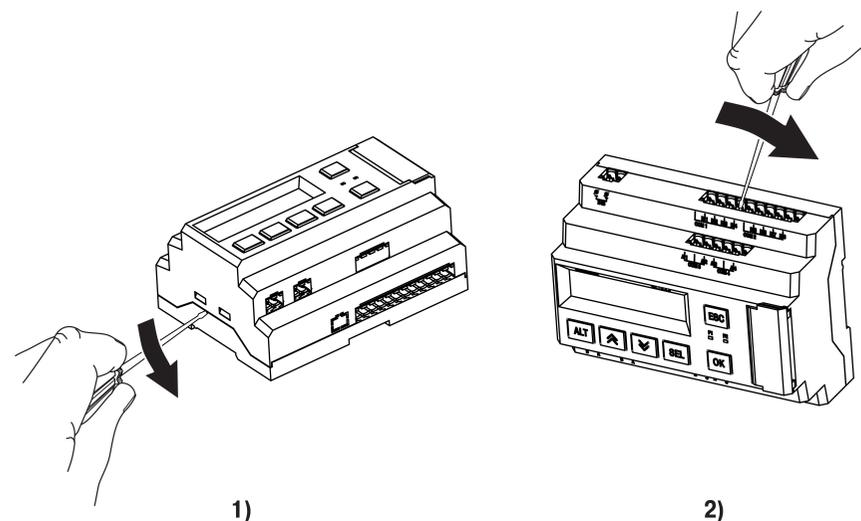

Рисунок 7.3 – Снятие верхней крышки
2. Снять верхнюю крышку. Отверткой вывести из зацепления защелки основания из отверстий в торцевых поверхностях крышки (см. рисунок 7.3, 1). Приподнять крышку над основанием.
3. Отверткой отогнуть крышку от разъемов на среднем уровне с двух сторон (см. рисунок 7.3, 2). Усилие следует прикладывать у нижних разъемов.